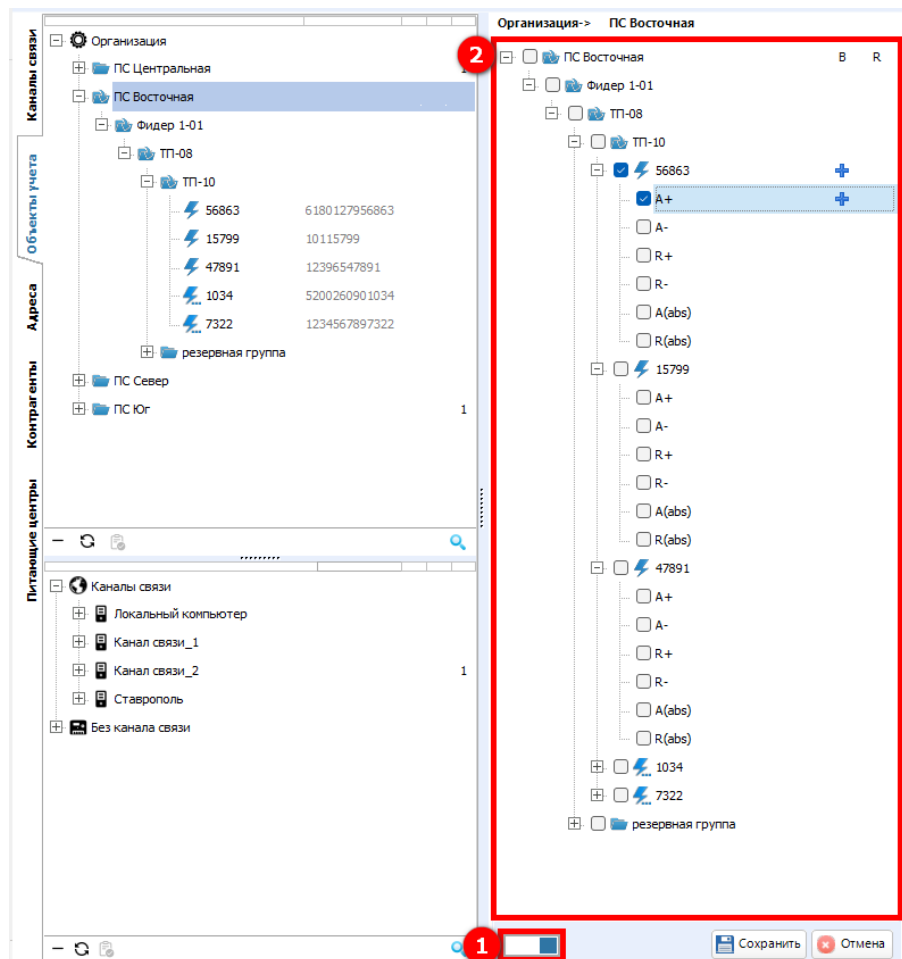

Рисунок 343 – Настройка балансной схемы группы – Режим настройки по каналам учета
С помощью переключателя (1) (см. рисунок 343) возможно настроить балансную схему по каналам учета (2).